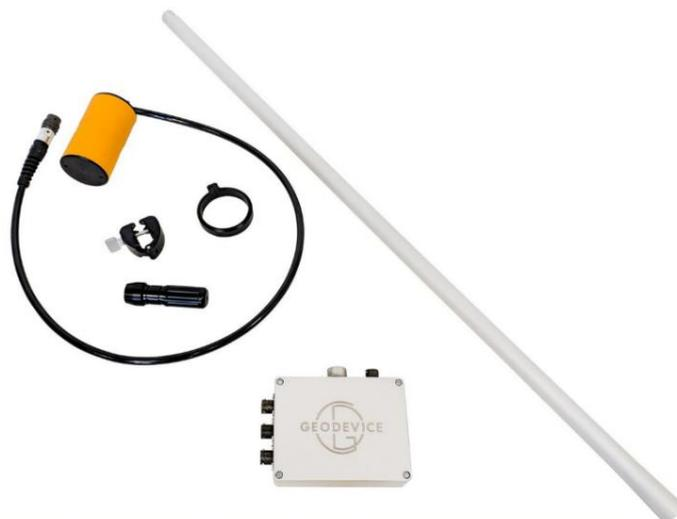

Рисунок 12 Составные части цифрового магнитометра OVHmag с датчиком на кабеле
3. Подготовить составные части цифрового оверхаузеровского магнитометра OVNmag с датчиком на кабеле показанные на Рисунок 12.